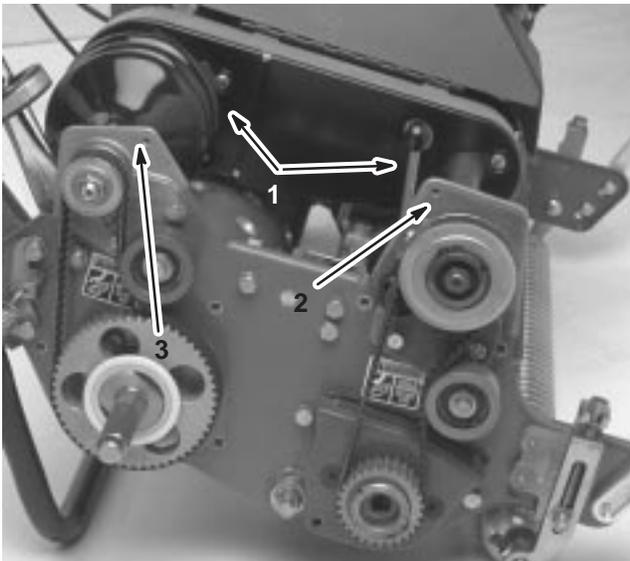

Bild 41
4. Nehmen Sie die Sechskantschrauben ab, mit denen die vorderen und hinteren Teile der Differentialabdeckung am Differentialgehäuse befestigt sind. Schieben Sie dann die Abdeckungsteile weg, um den Riemen zugänglich zu machen (Bild 41).
6. Nehmen Sie die 2 Sechskantschrauben und die Sicherungsmuttern ab, mit denen das vordere Kupplungsgehäuse an der Seitenplatte befestigt ist (Bild 41).
8. Nehmen Sie die 2 Sechskantschrauben und die Sicherungsmuttern ab, mit denen das rechte hintere Lagergehäuse an der Seitenplatte befestigt ist (Bild 41).